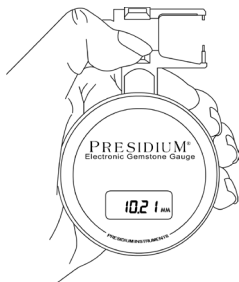

Рис. 2.1
- Возьмите прибор Presidium Electronic Gem Gauge в любую руку. Управляйте ползунком при помощи большого пальца. (Рис. 2.1)